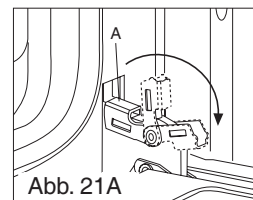

Abb. 21A
2. Klappen Sie Scharnierteil "A" nach außen (siehe Abb. 21A)